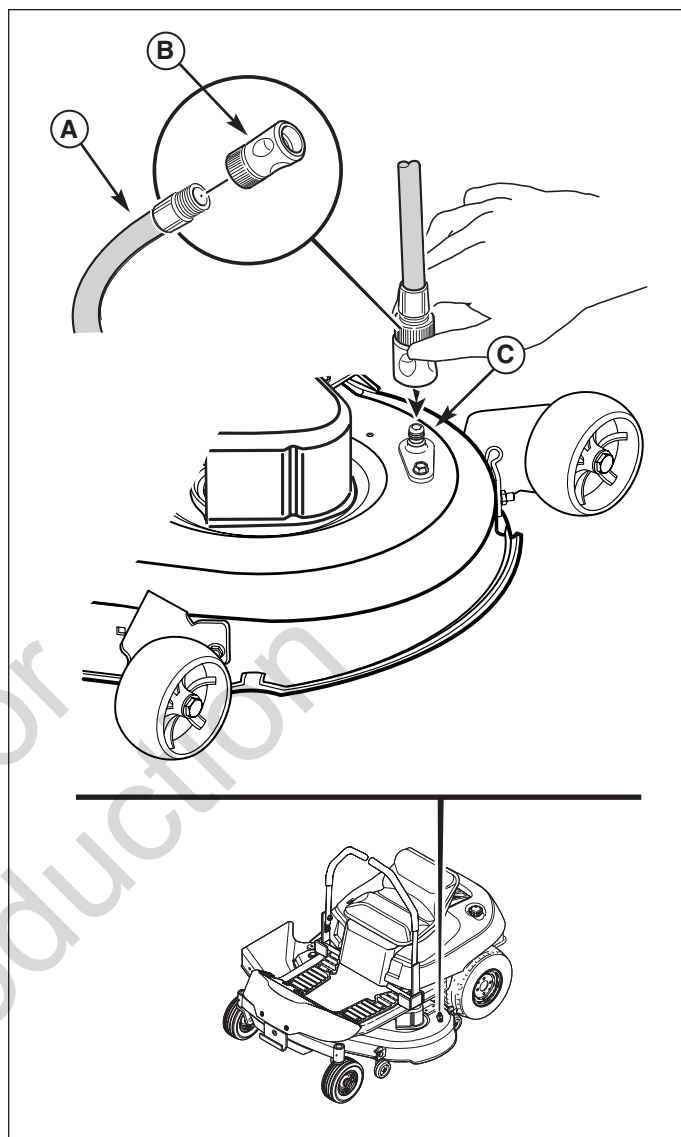

Figura 41 Puerto de deslave de la plataforma del cortacésped
2. Conecte el desconector rápido (A, Figura 41) a la manguera de jardín (B) y conéctela al puerto de deslave (C) en la plataforma del cortacésped.